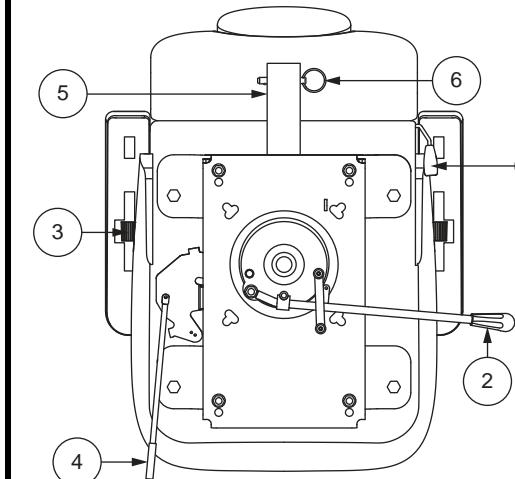

Abb. 17. Sitzeinstellungen
Um die verstellbare Rückenlehne einzustellen, befolgen Sie diese Schritte. Siehe Abb. 17.
1. Zum Entriegeln des Sitzes den Sitzverschluss je nach Sitztyp entweder nach oben ziehen oder nach vorne schieben. Siehe Abb. 17.
Der Armlehnenwinkel Ihres Elektromobils kann nach oben oder nach unten verstellt werden durch das Drehen der Einstellscheiben. **Siehe Abb. 17.**
1. Drehen Sie den Hebel zur Verstellung der Sitzposition nach aussen. **Siehe Abb. 17.**
Die Zubehörhalterung am Heck ermöglicht es Ihnen, persönliche Zubehörkomponenten wie Korb, Gehhilfe oder Sauerstofftank hinter dem Elektromobil anzubringen. Verwenden Sie den Sicherungsstift, um das Zubehörteil sicher an der Halterung zu befestigen. **Siehe Abb. 17.** Für weitere Informationen wenden Sie sich an Ihren Vertragshändler.